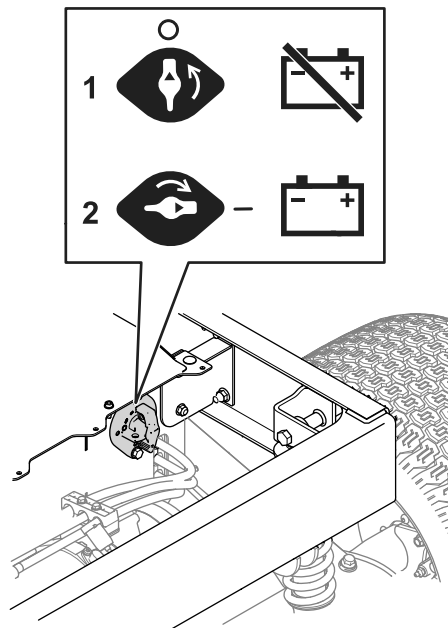

Figure 36
3. Tournez le coupe-batterie à la position voulue, comme montré à la Figure 36.